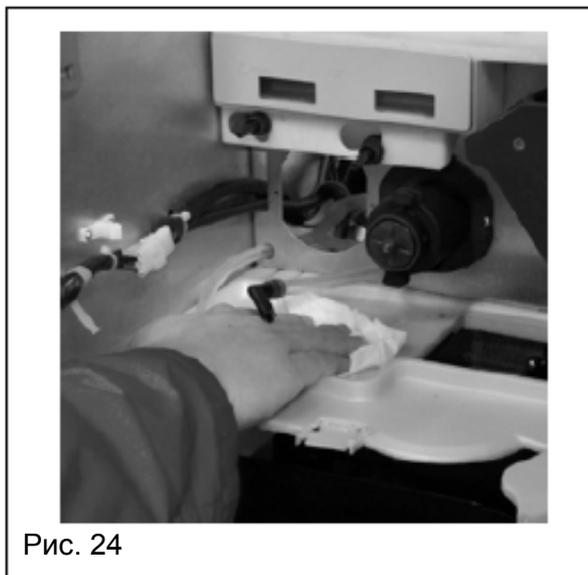

Рис. 24
- очистите также пространство под смесителями с помощью материи, смоченной в растворе (рис. 24)